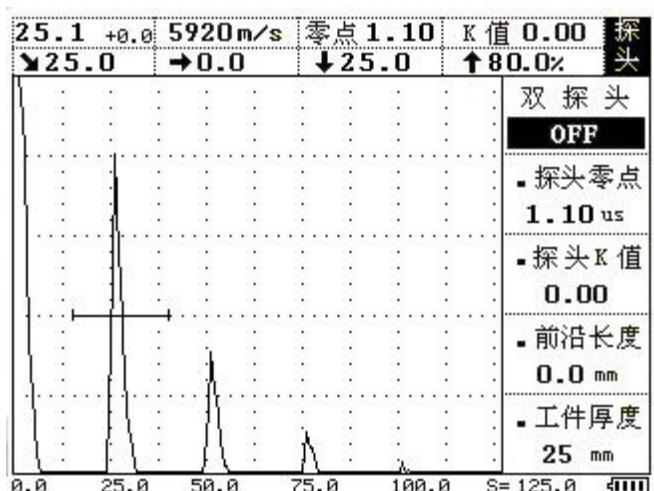

图 4-3
4、设置 a 闸门锁定第一个回波。按 **自动增益** 键让其最高回波达到屏幕的 80%。在屏幕的上面显示声程值，如垂直声程不等于 25mm，按 **探头** 菜单，再按 **▲** (上) 或 **▼** (下) 键调整到探头零点子菜单。再用 **▶** (右) 键调整，直到使垂直声程等于 25mm。此时的探头零点即为校准后的零点。如图 4-3 所示。